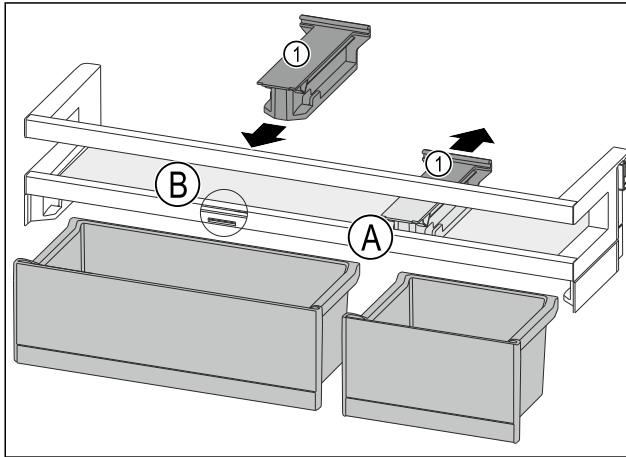

Fig. 97
- ▶ Húzza hátra a tartóelemet Fig. 97 (1) pozícióba Fig. 97 (A).
- ▶ Helyezze be a tartóelemet Fig. 97 (1) pozícióba Fig. 97 (B).